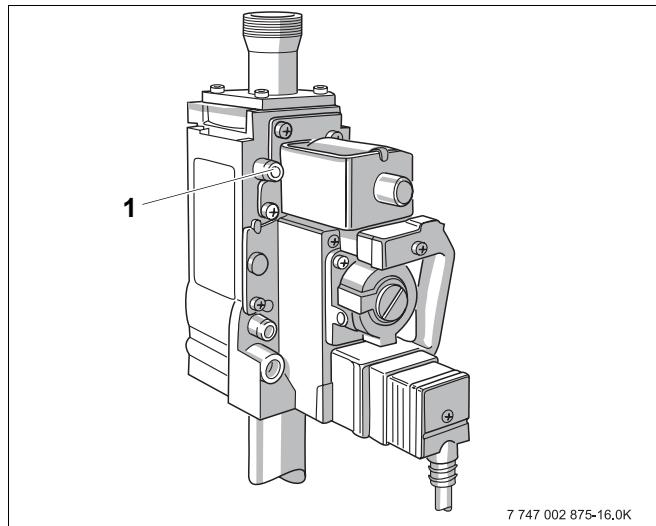

Рис. 31 Газовая арматура Honeywell VR 4605
- Отверните на два оборота запорный винт контрольного ниппеля (рис. 31, **поз. 1**), предназначенный для измерения подаваемого давления и выпуска воздуха.
- Наденьте измерительный шланг U-образного манометра на контрольный ниппель (рис. 31, **поз. 1**).
- Заверните запорный винт контрольного ниппеля (рис. 31, **поз. 1**).